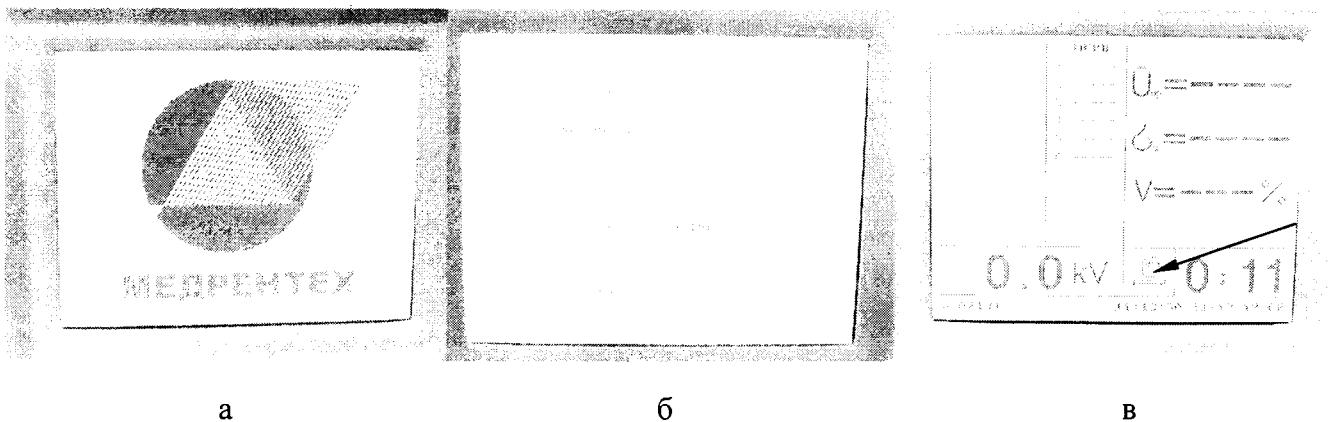
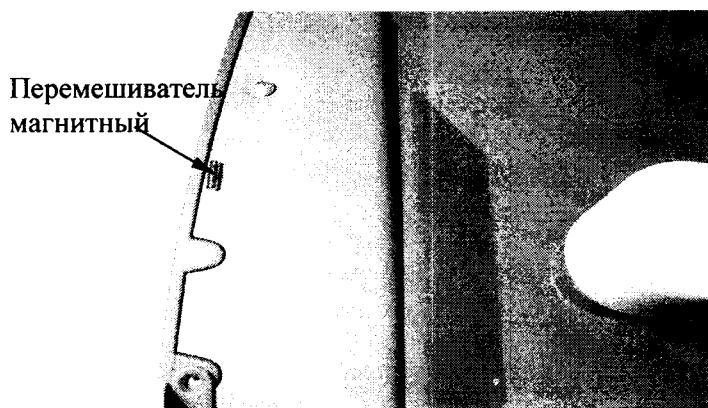
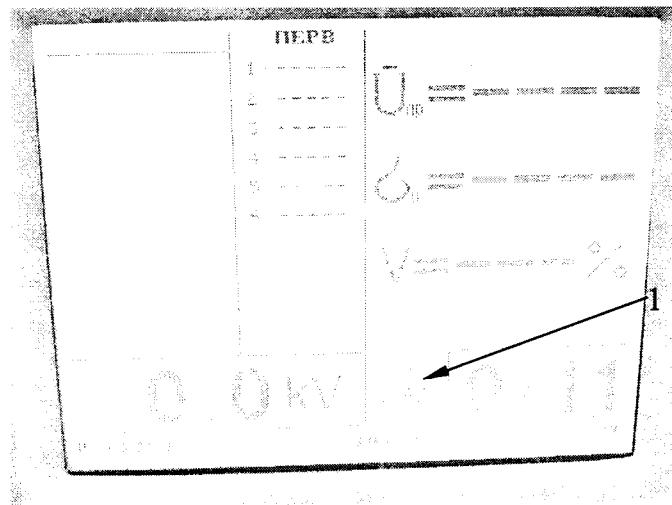

Рисунок 1 – Окна программы
Рисунок 2 – Место установки перемешивателя магнитного
Рисунок 3 – Индикатор открытой крышки
7.2.2.1 Подключить аппарат к розетке однофазной сети с контактом защитного заземления. Включить аппарат кнопкой включения. При этом должен загореться зеленый диод включения сети и прозвучать звуковой сигнал. На дисплее аппарата должно появиться окно с логотипом и наименованием предприятия-изготовителя (рисунок 1а), потом окно с наименованием, контактными данными предприятия-изготовителя и номером версии программного обеспечения (рисунок 1б) и рабочее окно программы (рисунок 1в).
7.2.3.1 Подключить аппарат к розетке однофазной сети с контактом защитного заземления через автотрансформатор. Заземлить аппарат. Закрыть высоковольтные выводы аппарата стаканами изоляционными (не входят в комплект поставки). Разблокировать устройство защиты от включения высокого напряжения при открытой крышке, положив на проекцию геркона, расположенного на левой боковой стенке аппарата, перемешиватель магнитный (входит в комплект поставки) (рисунок 2). Если перемешиватель магнитный расположен правильно, на дисплее аппарата индикатор открытой крышки (рисунок 3) исчезнет, если установлен автоматический режим, или сменится индикатором рабочего режима (поз. 1 рисунок 1в), если установлен ручной режим работы.
7.3.2 На дисплее аппарата должны последовательно появиться рабочие окна (рисунок 1): логотип (рисунок 1а), наименование предприятия-изготовителя аппарата, номера телефона и факса, адреса сайтов, номер версии встроенного программного обеспечения аппарата (рисунок 1б), рабочее окно программы (рисунок 1в). Номером версии встроенного ПО является дата последнего изменения ПО. Номер версии ПО должен быть не ниже 01/10/14 (что соответствует дате последнего изменения ПО: 10 января 2014 г.).
7.4.1.2 Подключить киловольтметры спектральные цифровые КВЦ-120 к высоковольтным выводам «А» и «В» аппарата. Соединение высоковольтных выводов аппарата с КВЦ-120 осуществлять через стаканы соединительные (не входят в комплект поставки), установленные сверху на высоковольтные выводы. Разблокировать устройство защиты от включения высокого напряжения при открытой крышке, положив на проекцию геркона, расположенного на левой боковой стенке аппарата, перемешиватель магнитный (входит в комплект поставки) (рисунок 2). Если перемешиватель магнитный расположен правильно, на дисплее аппарата индикатор открытой крышки (рисунок 3) исчезнет, если установлен автоматический режим, или сменится индикатором рабочего режима (поз. 1 рисунок 1в), если установлен ручной режим работы.